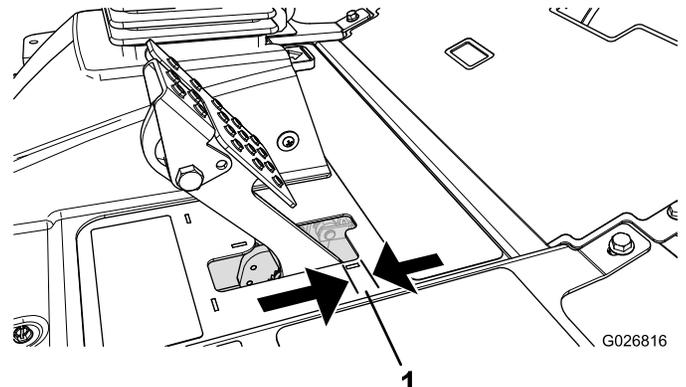

Рисунок 69
Тормоза необходимо отрегулировать, если свободный ход (Рисунок 69) педали тормоза превышает 2,5 см или если требуется большее усилие нажатия для торможения. Свободный ход — это расстояние перемещения педали тормоза до ощущения сопротивления тормозов.
2. Затяните заднюю гайку, чтобы переместить трос назад так, чтобы свободный ход педалей тормоза составил от 6,3 до 12,7 мм (Рисунок 69) до момента фиксации колес.